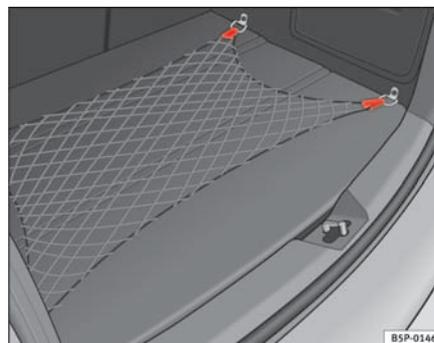

Fig. 105 Red portaobjetos maletero
- Utilice las anillas de amarre existentes en los laterales del maletero, para fijar la red portaobjetos ⇒ fig. 105